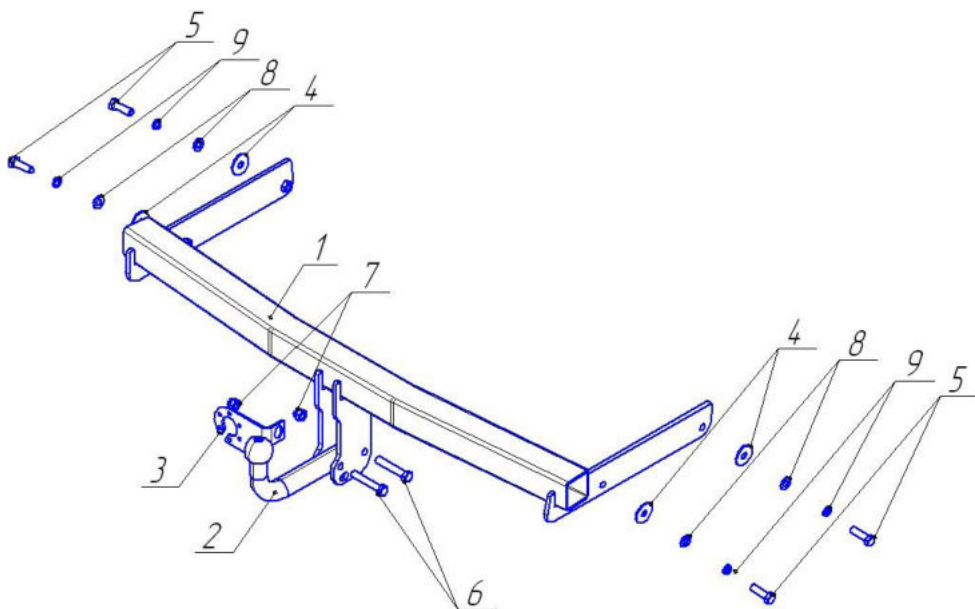

Рис.1 Установка на автомобиль
- Вставить кронштейны ТСУ поз.1 (Рис.1) во внутренние полости лонжеронов автомобиля и закрепить их на болты М12 поз.5 с шайбами поз.8,9;